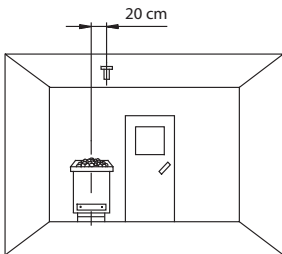

Abb. 7
Beachten Sie bitte, dass sich nachfolgende Maßangaben auf die Werte beziehen, die bei der Geräteprüfung nach EN 60335-53-2 vorgegeben wurden. Grundsätzlich muss der Ofenföhler an der Stelle montiert werden, an der die höchsten Temperaturen erwartet werden. Einen Überblick über den Montageort des Föhlers geben Ihnen die Abb. 7 - 9.
1. Der Ofenföhler wird in Kabinen bis zu der Größe von 2 x 2 m gemäß Abb. 7 und 8 montiert, in größeren Kabinen gemäß Abb. 7 und 9 montiert.